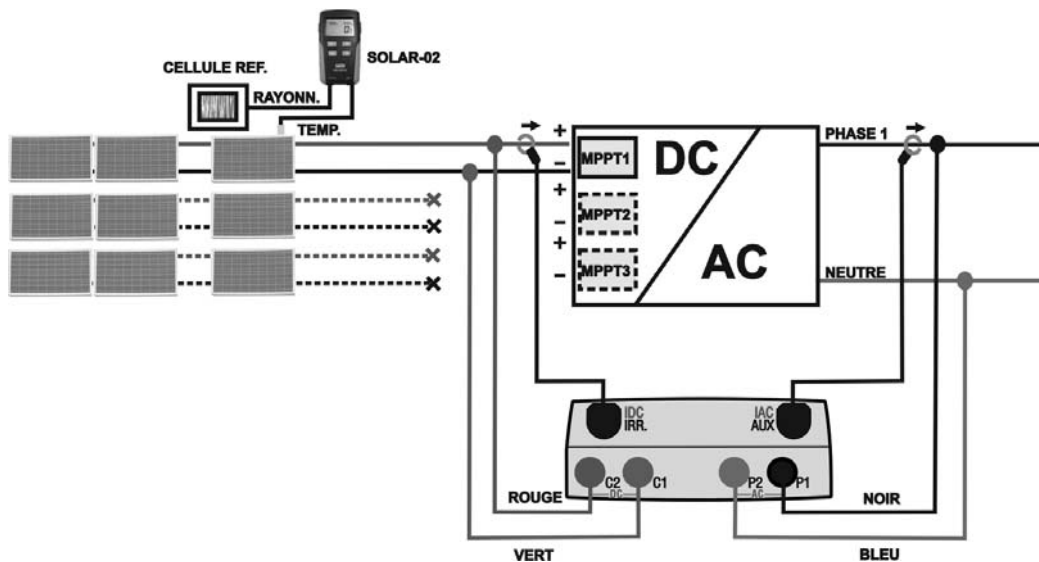

Fig. 4 : Connexion de l'instrument pour essai sur une installation PV Monophasée
5. En cas d'inverseurs équipés de plus d'un suiveur de puissance (MPPT) **ne laisser connectée que la chaîne correspondant au premier MPPT** comme il est montré à la Fig. 4. Il sera ensuite nécessaire de répéter les opérations ci-après indiquées en ne laissant connectée que la chaîne reliée au deuxième MPPT, au troisième, etc.
8. Connecter les entrées **C2** et **C1** respectivement aux pôles positif et négatif de sortie de la chaîne. Connecter les entrées **P1**, **P2** aux conducteurs de Phase et Neutre en respectant les couleurs indiquées à la Fig. 4.
10. Connecter la pince de courant DC au conducteur positif de sortie de la chaîne **en respectant la direction de la flèche** se trouvant sur la pince même comme il est indiqué à la Fig. 4. Placer la pince le plus loin possible de l'inverseur et éviter que le toroïde soit à proximité du conducteur négatif.
11. Connecter la pince AC au conducteur de Phase L1 **en respectant la direction de la flèche** se trouvant sur la pince même comme il est indiqué à la Fig. 4. Placer la pince le plus loin possible de l'inverseur et éviter que le toroïde soit à proximité du conducteur neutre. Connecter la sortie de la pince à l'entrée **IAC** de l'instrument.